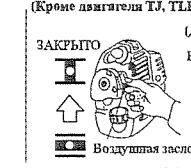

Рис. 13-2
3. Переведите воздушную заслонку в полностью закрытое положение (значок). Если Вы заводите горячий двигатель, переведите рычаг воздушной заслонки в полностью открытое положение (значок). (Рис. 13-2)